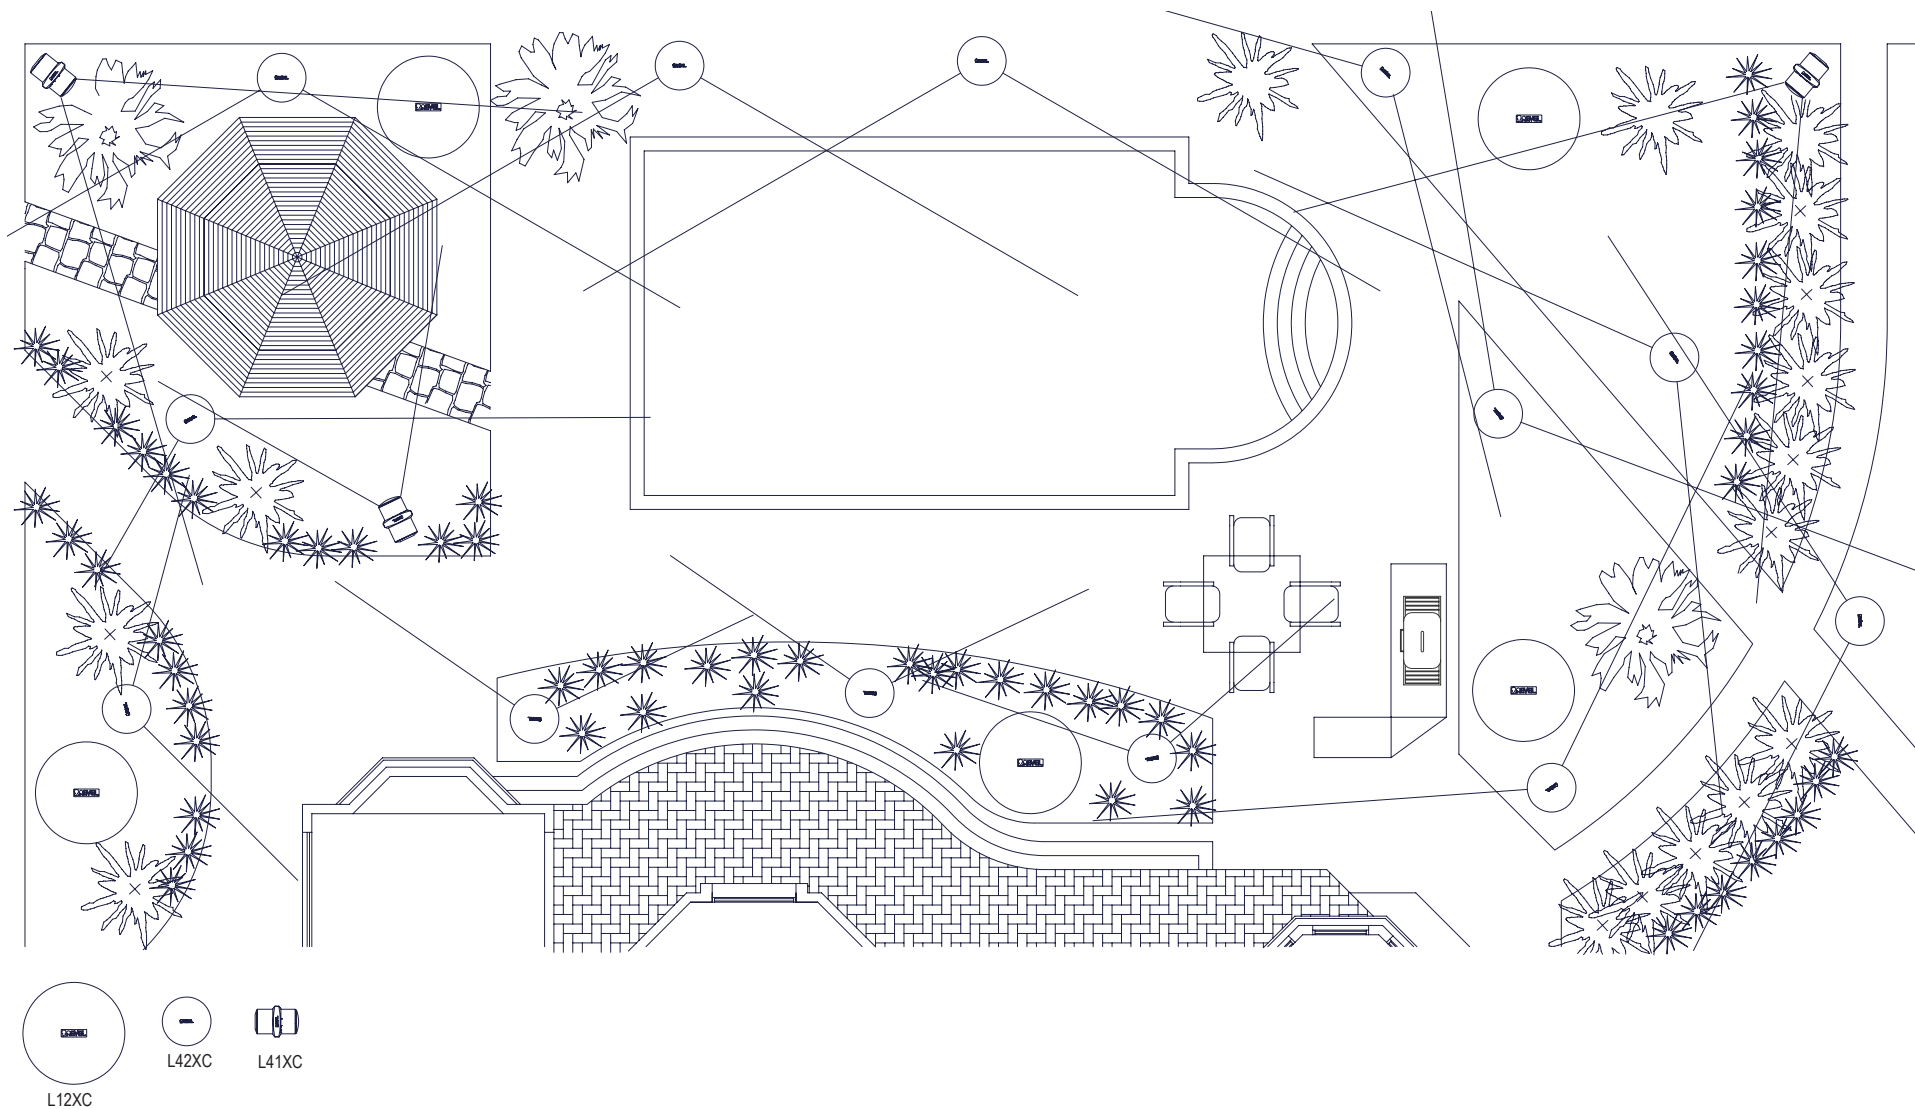

図1
2. サテライト・スピーカーの音が広がる角度は、エリアを十分カバーするのに必要なスピーカーの数に影響します。L41XCは70度で音が広がり、L42XCの場合は120度です。スピーカーがリスニング位置に近いほど、カバーする範囲は小さくなります。図1で行われているように、有効範囲の角度を考慮してシステムの計画を練ることが望ましいです。